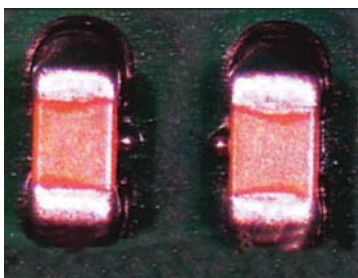

Рис. 3. Бусины (валики) припоя
3. Образование **бусин (валиков)** припоя (см. рис. 3) может быть результатом ошибок в профилировании, но в большинстве случаев это связано с объемом наносимой пасты и